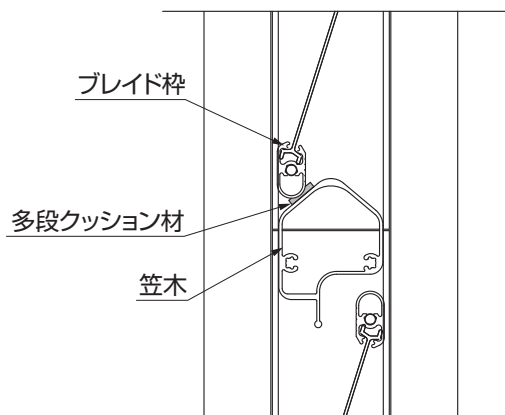
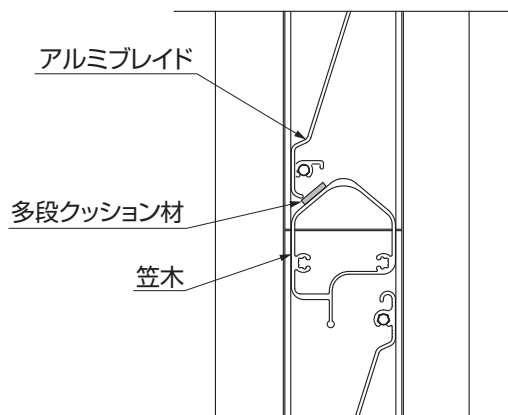
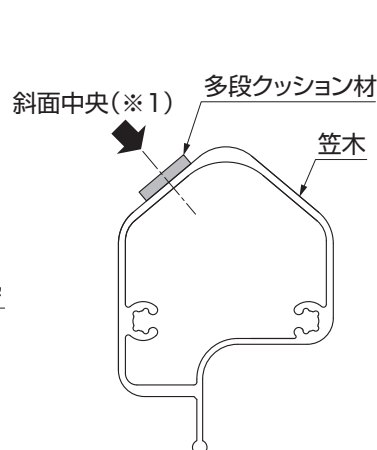

図5-3 S型・M型
図5-4 A型
図5-6
- ①側枠を下ブラケットに差込んでください。
- ②下段フェンス本体を【1-1】で柱に取付けてください。
- ③多段クッション材を図5-6 (図5-3、図5-4) のように笠木の斜面中央(※1)に貼付けてください。
- ④上段フェンス本体を下段フェンス本体の上に取り付けてください。
- 多段クッション材を斜面の端に貼付けたり、曲がって貼付けると意匠や機能上に不具合が生じます。中央部をまっすぐに貼付けるようにしてください。(※1)(図5-6参照)